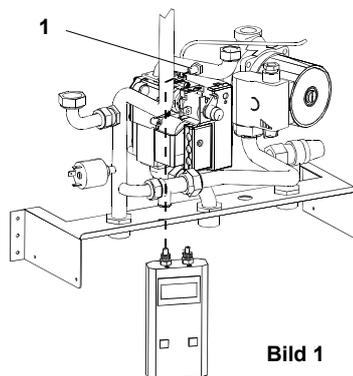

Bild 1
- I. Druck- oder U-Rohrmanometer für die Einstellung des Düsendrucks am Meßstutzen für den Brennerdruck (1, Bild 1) anbringen.
- Dichtschaube am Gasmeßstutzen vor dem Gasverteiler (**1, Bild 1**) herausdrehen